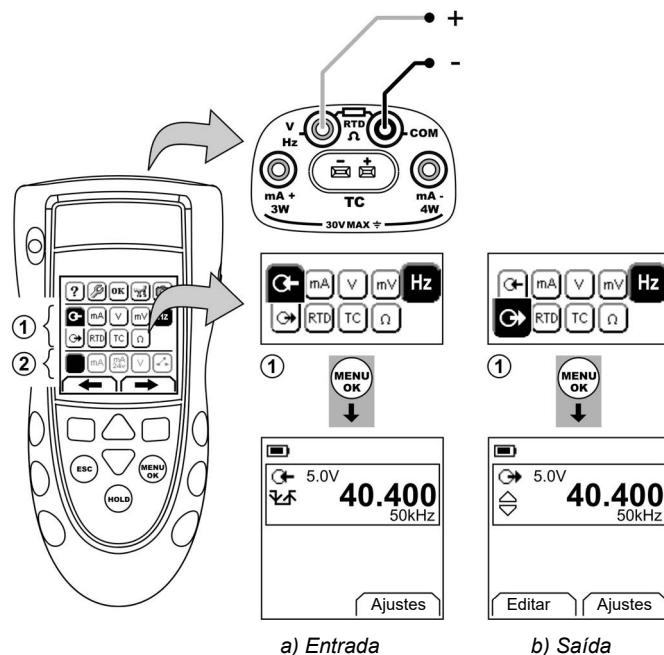

Figura 6: Exemplo de configuração: para medir/alimentar Hz ou pulsos
1. Conecte o instrumento (Figura 6) e, se necessário, ajuste a *Configuração* (Tabela 1).